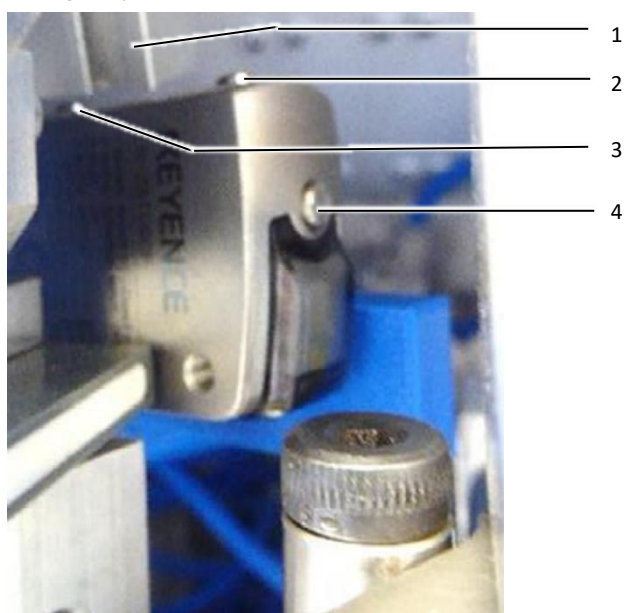

Fig. 16 : barrière immatérielle
- Pousser le couteau de séparation des embouts (fig. 16, pos. 1) vers le haut.
- Déverrouiller la barrière immatérielle en actionnant simultanément les boutons de réglage (fig. 16, pos. 2 et 3) pendant 3 secondes.
- Actionner le bouton de réglage côté droit (fig. 16, pos. 4) pendant 3 secondes jusqu'à ce que « SET » clignote à l'écran.
- Régler la valeur « 20 » (pour le réglage fin la sensibilité peut être réglée entre -99 et 999 à l'aide des boutons de réglages (fig. 16, pos. 2 et 3)).
- Verrouiller la barrière immatérielle en appuyant simultanément sur les boutons de réglage (fig. 16, pos. 2 et 3) pendant 3 secondes. « LOC » est affiché à l'écran.